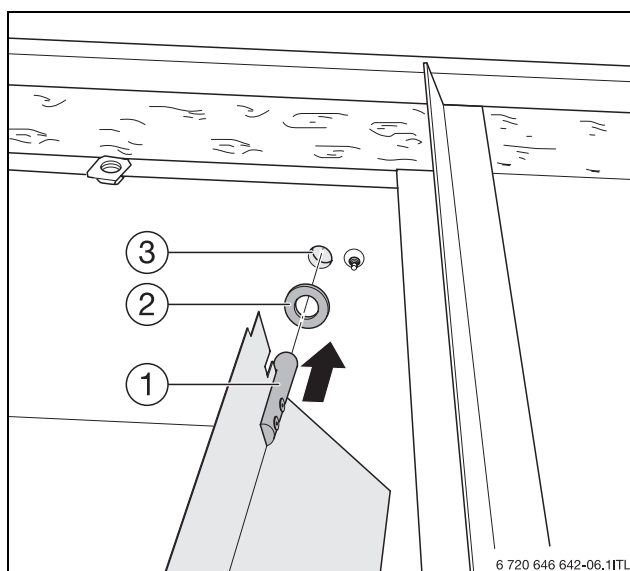

Рис. 6 Монтаж заслонки
- ▶ Вставьте левую ось заслонки (→ рис. 6, [1]) в левое отверстие прерывателя тяги (→ рис. 6, [3]).